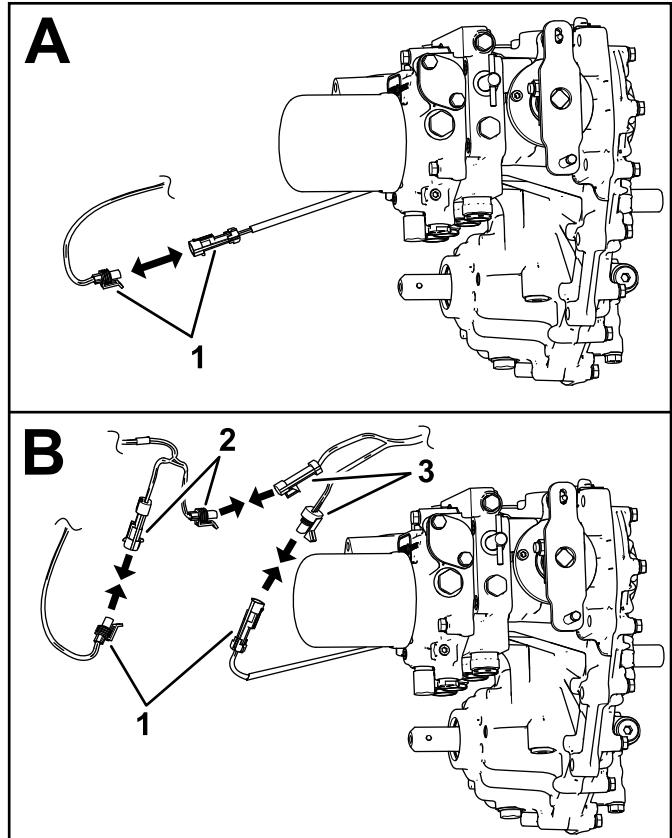
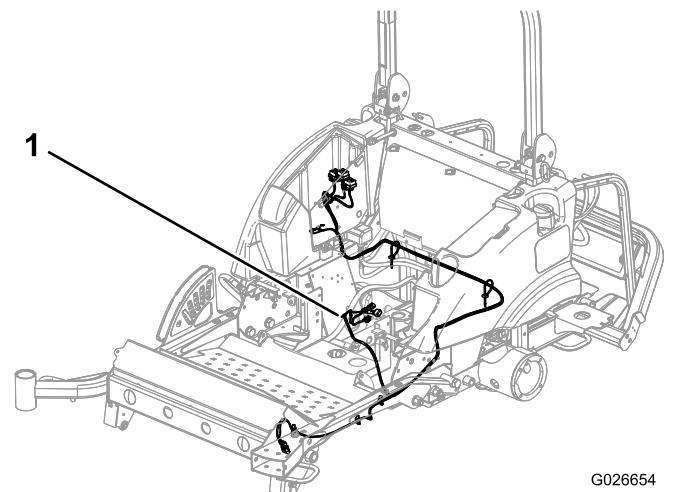

Figura 23
Figura 24
- 4. Desligue os conectores na dianteira da transmissão próximo do filtro do óleo (Figura 23).
- 5. Encaminhe a cablagem até à transmissão (Figura 24) e ligue a cablagem da plataforma e a cablagem de atraso da elevação aos conectores da transmissão; consulte B da Figura 23.